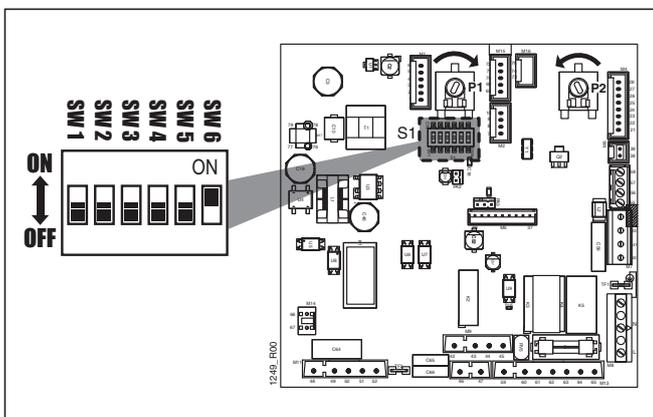

Fig. 4.12 Scheda di modulazione
- Le temperature di mandata sia di TA1, sia di TA2, saranno sempre condizionate dal posizionamento dello switch SW2, presente sulla scheda comandi della caldaia (vedere Tab. 4.1). Impostazione di fabbrica SW2 = OFF (fig. 4.12).